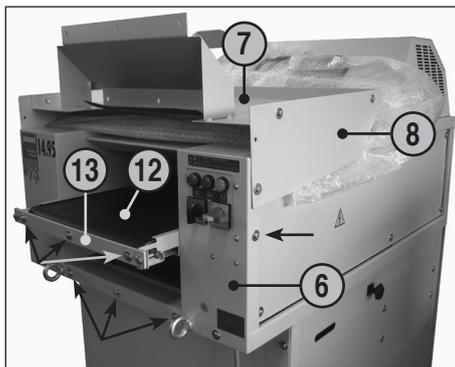

Рис. 1
- 6 = корпус (рис. 1, 2, 4)
- 7 = стол (рис. 1, 2, 4, 5, 6)
- 8 = защитный кожух (рис. 1, 2, 4)
- 12 = транспортерная лента (рис. 1, 2)
- 13 = крепление транспортерной ленты (рис. 1)
#### (Рис. 1, 2 и 3):
1. Вывернуть по 3 винта с шайбами на передней стенке прибора (6) и на лицевой стороне держателя ленточного транспортера (13), а также по одному винту ниже защитной крышки (8) с обеих сторон (см. пометки стрелками на рис. 1).